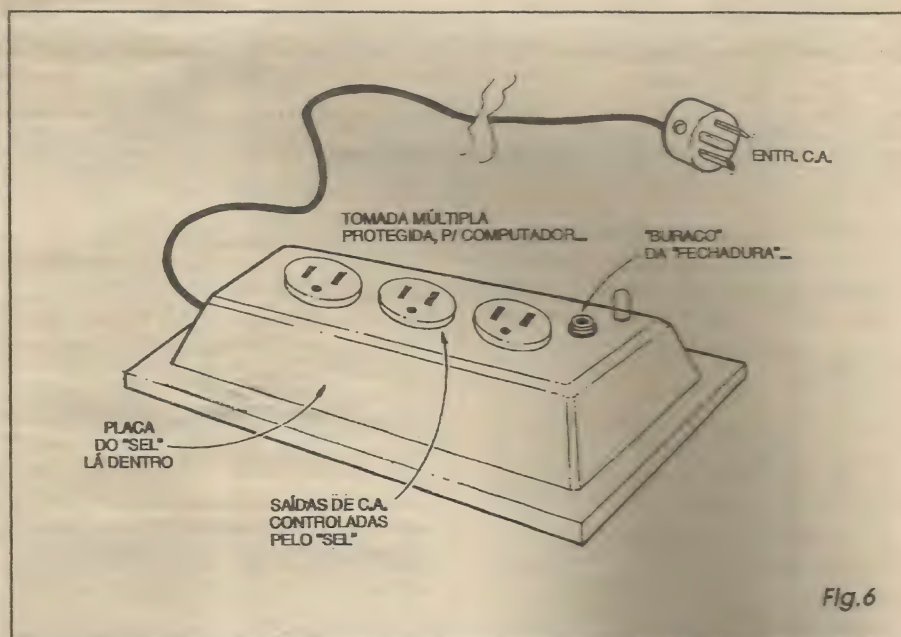

Fig. 6
- FIG. 6 - OUTRA MANEIRA PRÁTICA DE SE UTILIZAR O **SEL**... - Na